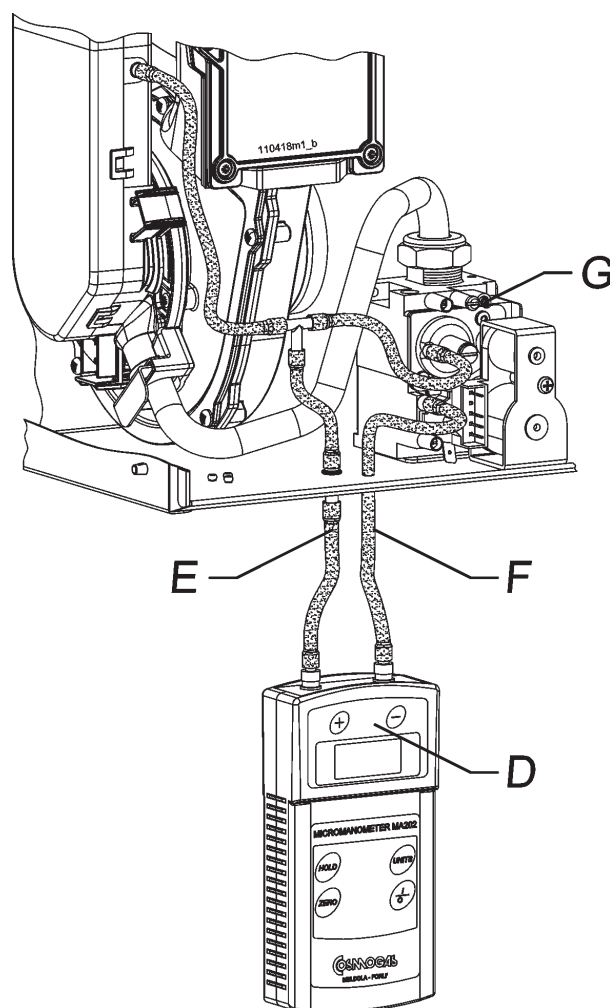

Figura 34 - Controllo pressione aria comburente
- inserire un tubo "F" che va dal manometro, passando per l'apertura del tappo "B", fino alla presa di pressione "C" (come da figura 34);
- il collegamento deve essere realizzato come da figura 34, rispettando scrupolosamente la polarità delle pressioni, evidenziata sul manometro;